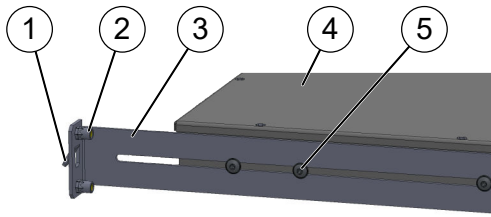

Abb. 23: Schienen montieren
12. ▶ Rechte und linke Schiene (Abb. 23/3) mithilfe der beiliegenden Schrauben (M4, Abb. 23/5) seitlich am System (Abb. 23/4) befestigen.
13. ▶ System an den Haken (Abb. 23/1) der Schienen im hinteren Bereich des Schrankes einhängen.
17. ▶ Schrauben (Abb. 23/5) für die Befestigung der Schienen fest anziehen.
18. ▶ Schienen hinten mit den beiliegenden Schrauben (M5) am Schrank befestigen. Dazu sind in den Schienen Muttern (Abb. 23/2) vorhanden.